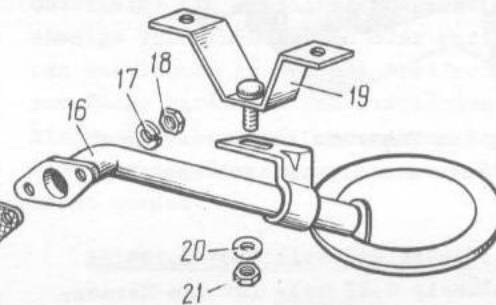

Bild 2-90. Ölpumpe und Ölsaugkopf des Motors VAZ-2106-70:
- drei Schrauben 1 (Bild 2-90) losdrehen und Deckel 3 mit Beilage 4 abheben;